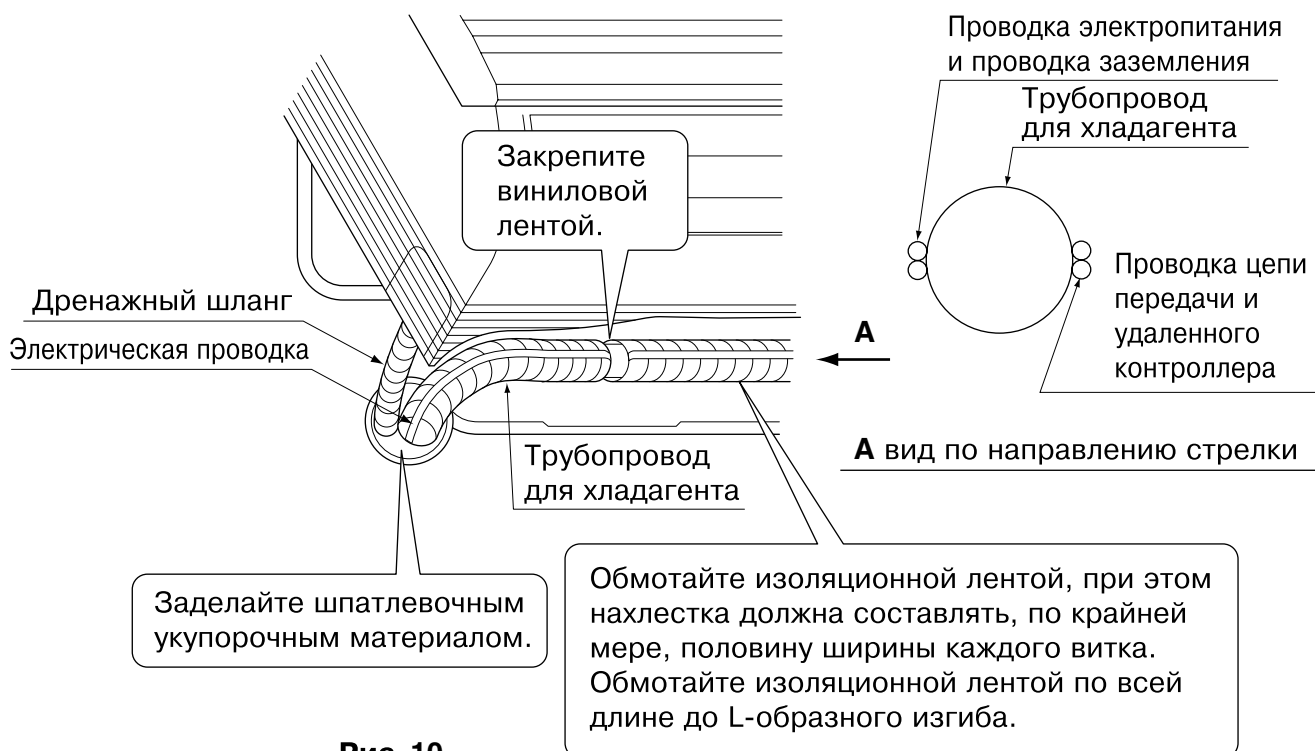

Рис. 10
(7) Просуньте проводку источника питания, проводку цепи передачи, проводку заземления и проводку удаленного контроллера через заднюю часть блока по направлению к передней части.
(8) Подсоедините трубопроводы. (См. раздел “5. РАБОТА С ТРУБОПРОВОДОМ ДЛЯ ХЛАДАГЕНТА” и рис. 10)